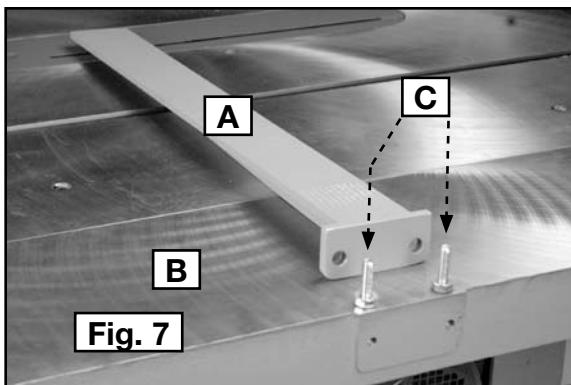

Fig. 7
Fixer la ferrure du support du guide longitudinal (A) fig. 7, à la scie (B) à l'aide de deux boulons à tête hexagonale de 35 mm x M8 (C) fig. 7.